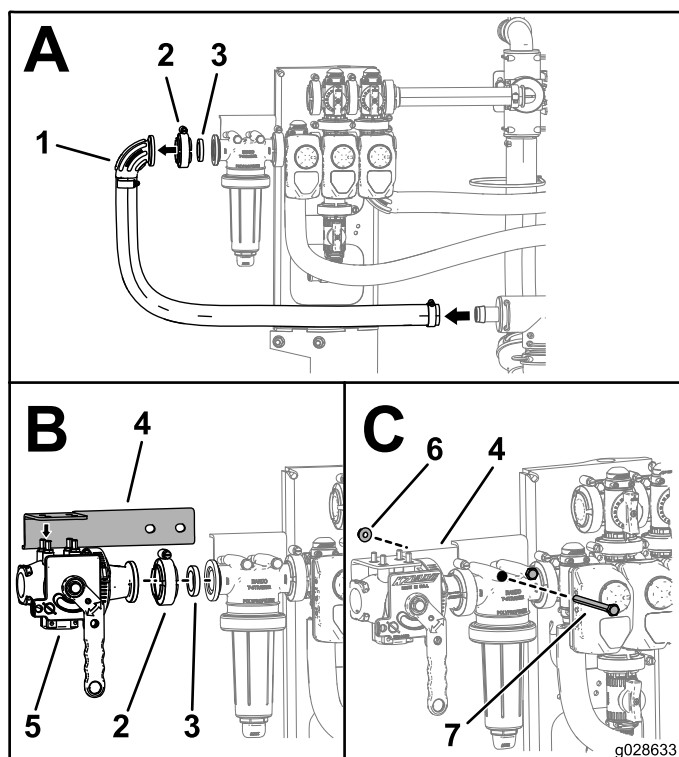

Figura 19
1. Retire el codo, la abrazadera con bridas, la junta, el codo y la manguera de entrada del cabezal del filtro de presión (cuadro A de Figura 19).
- Coloque el soporte de la válvula sobre la válvula del eyector, como se muestra en el cuadro B de Figura 19.
- Instale la válvula del eyector usando la junta y la abrazadera con bridas que desmontó en el paso 1; consulte el cuadro B de Figura 19.
- Sujete el soporte al conjunto de válvula de brazo usando los pernos y tuercas que están instaladas actualmente en el filtro de presión; consulte el cuadro C de Figura 19.